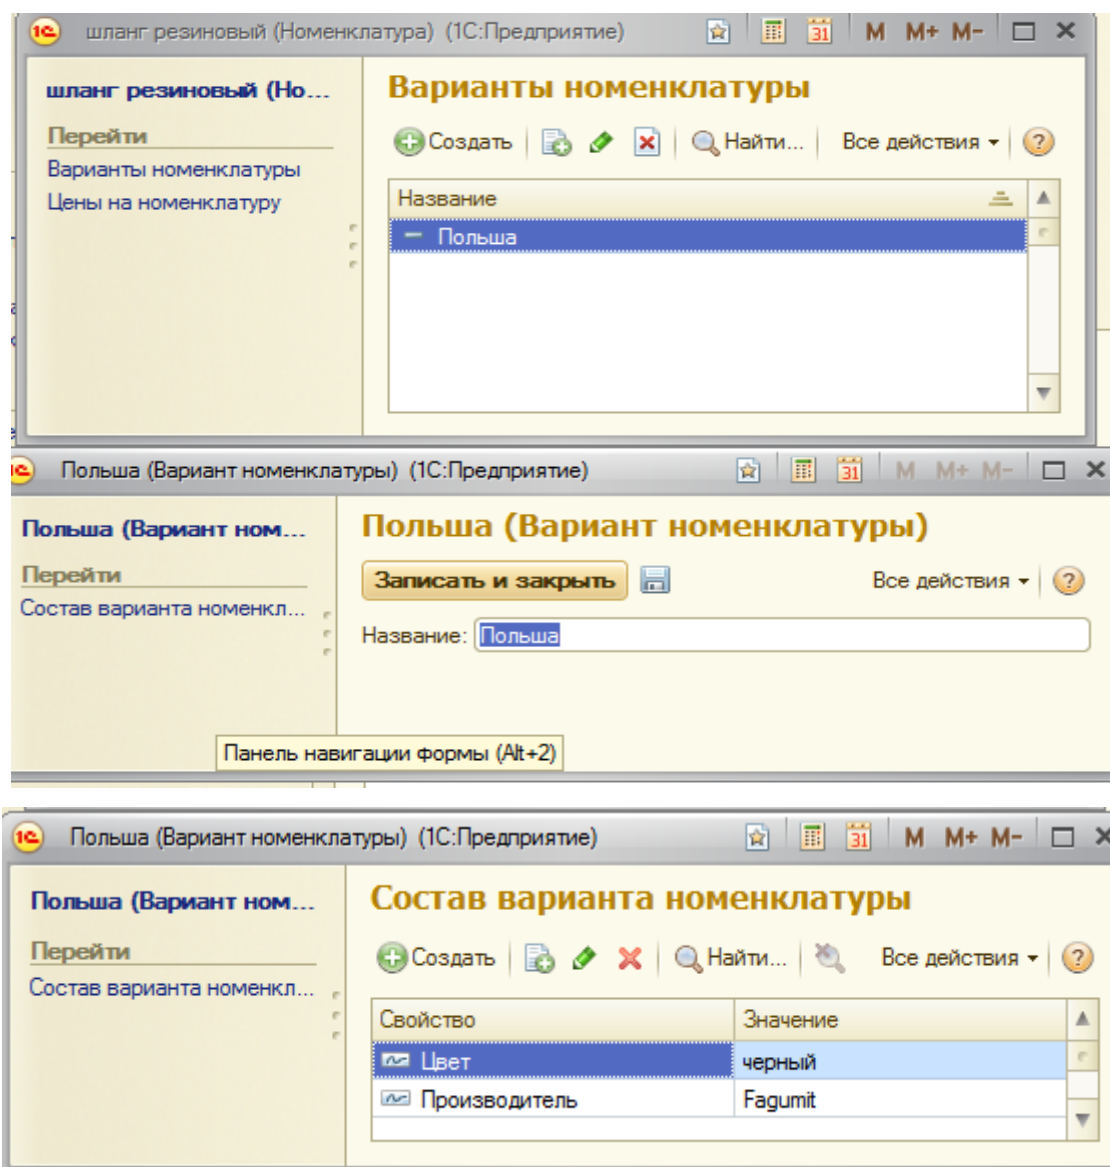

Рисунок 6.29 Порядок создания плана видов характеристик
15. Создать набор свойств для элемента справочника **Номенклатура - Шланг резиновый**. Этот набор свойств будет называться **Польша** и иметь следующие свойства: Цвет – **черный**; производитель – **Fagumit**. Этот пункт выполнить самостоятельно (рис. 6.29).